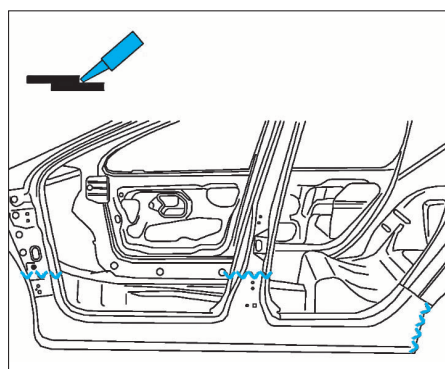

FIG. 82
- Après ajustage, déposer un cordon de colle (Fig.82).